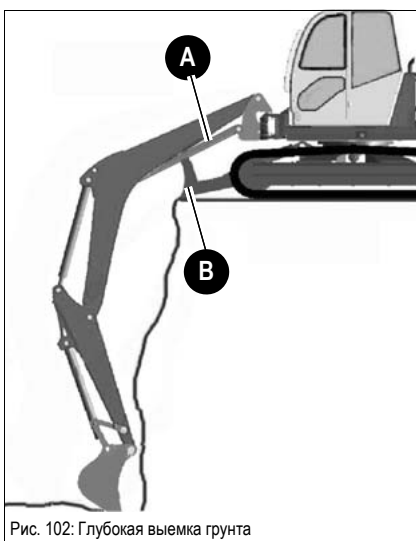

Рис. 102: Глубокая выемка грунта
- ☞ При глубокой выемке грунта при нахождении отвального **B** щита впереди следить за тем, чтобы поршневой шток **A** не садился на отвальный щит **B**. Рис. 102